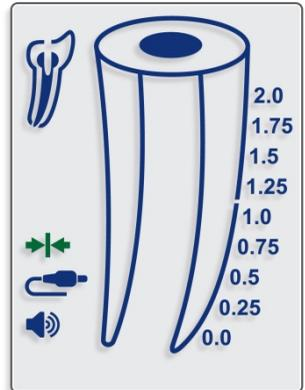

Fig. 3
- 5.3.2 Le symbole « **Connexion** »  doit s'afficher sur la barre d'état de l'écran, indiquant ainsi la bonne connexion (fig. 3).